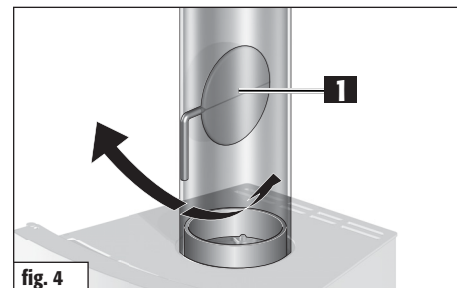

fig. 4
La necessaria pressione di conduzione (tiraggio) della stufa camino Luno deve essere pari a 11 Pa. Se la pressione di conduzione supera questo valore, si avrà una quantità maggiore di emissioni del focolare. Il focolare di conseguenza potrebbe subire danni. Il tiraggio massimo consentito per Luno è pari a 35 Pa all'entrata dei fumi nel comignolo. Per limitare il tiraggio si potrebbe utilizzare una valvola a farfalla (fig. 4) o un limitatore di tiraggio.
La valvola a farfalla (fig. 4/1) è un elemento di comando opzionale. Essa viene inserita nel canale da fumo e serve alla regolazione del flusso di fumo. In tal modo si limita la velocità di ossidazione. Se l'impugnatura della valvola a farfalla è orizzontale rispetto al canale da fumo, il flusso di gas di scarico è limitato al massimo. In linea generale è sempre consigliabile montare una valvola a farfalla per ridurre il tiraggio. Rispettare la normativa legale in vigore.
**Prima di aprire lo sportello del focolare durante la fase di combustione, aprire la valvola a farfalla (fig. 4).**